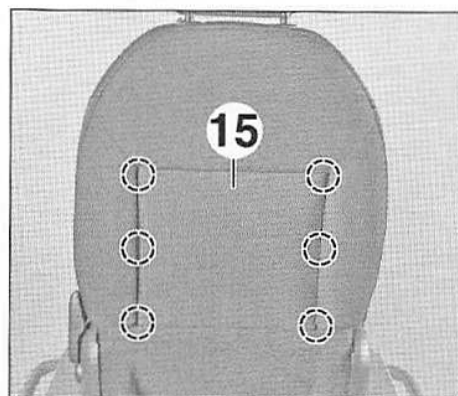

FIG.17
- Dégrafer et dégager la garniture arrière (15) (Fig.17).